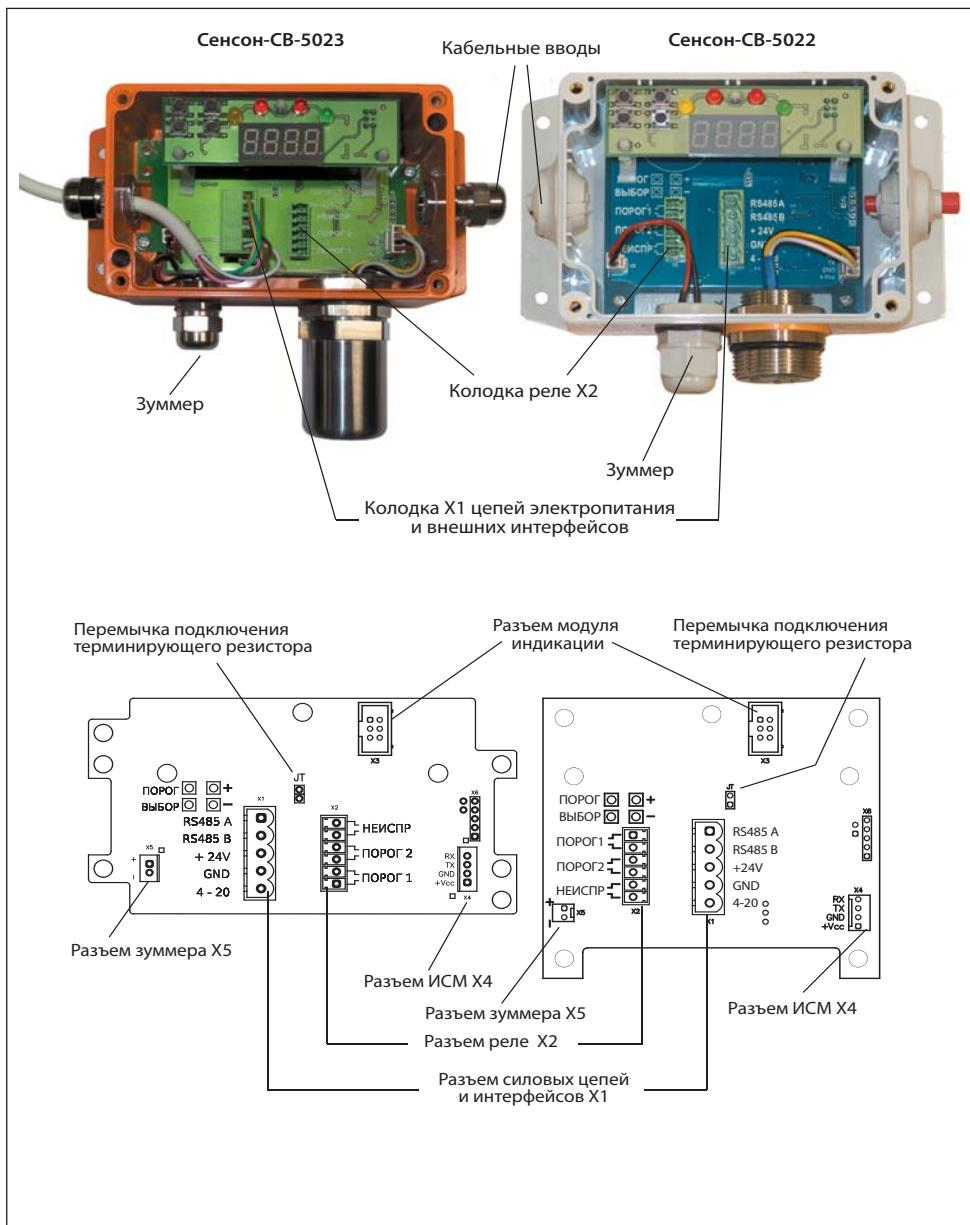
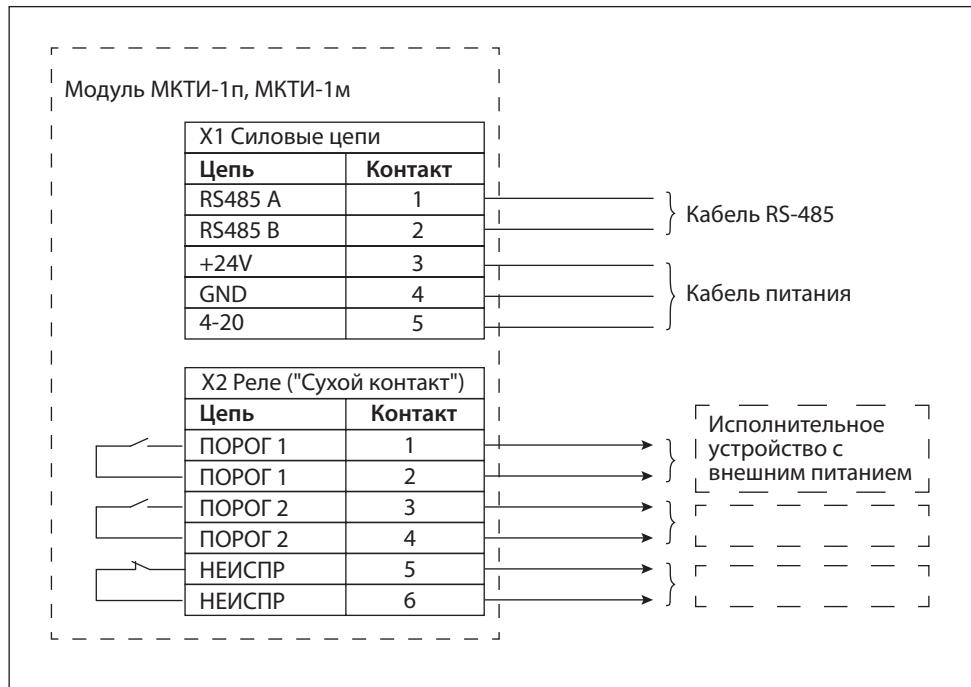

Рис.10. Коммутационные элементы: СВ-5023 (слева), СВ-5022 (справа)
Рис.11. Схема подключения "Сенсон-СВ" исполнений 5022 и 5023
5. Отсоедините кабельную часть разрывных колодок. Подключите кабели в соответствии с маркировкой на плате (рис.10) и схемой подключения (рис.11), прочертите закрутите отверткой фиксирующие винты кабельных колодок.
мости от конфигурации сети), снимите/установите перемычку в позицию JT (см. рис. 10).
8. Убедитесь, что разъемы модуля индикации, ИСМ, зуммера подключены (рис.10).
Для перехода в режим "Тест" в Основном состоянии нажмите и удерживайте 2 с кнопку "+". На индикаторе отобразится ПР. Последовательно нажимая кнопки ПОРОГ, ВЫБОР, "+" и "-", с помощью тестера проверьте факт замыкания трех реле и срабатывания ЗУ. Тестер необходимо подключать к колодкам реле (см. рис.11).